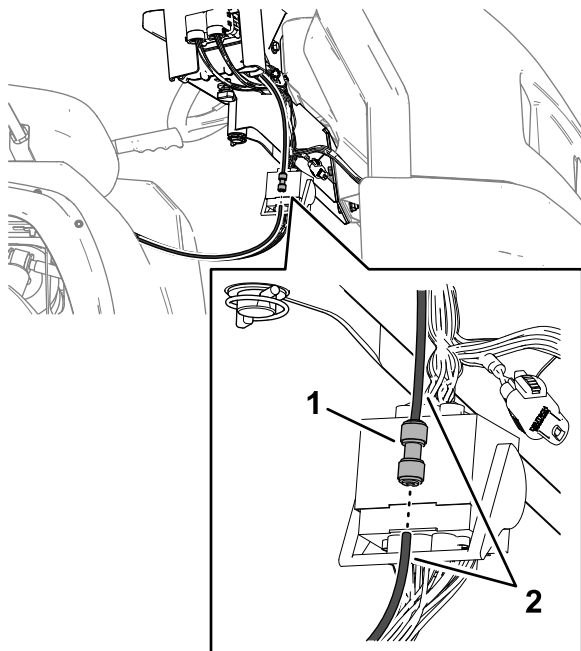

図 97
1. 水圧検知チューブを押し嵌めフィッティングに取り付ける。奥までしっかり差し込むこと図 97。